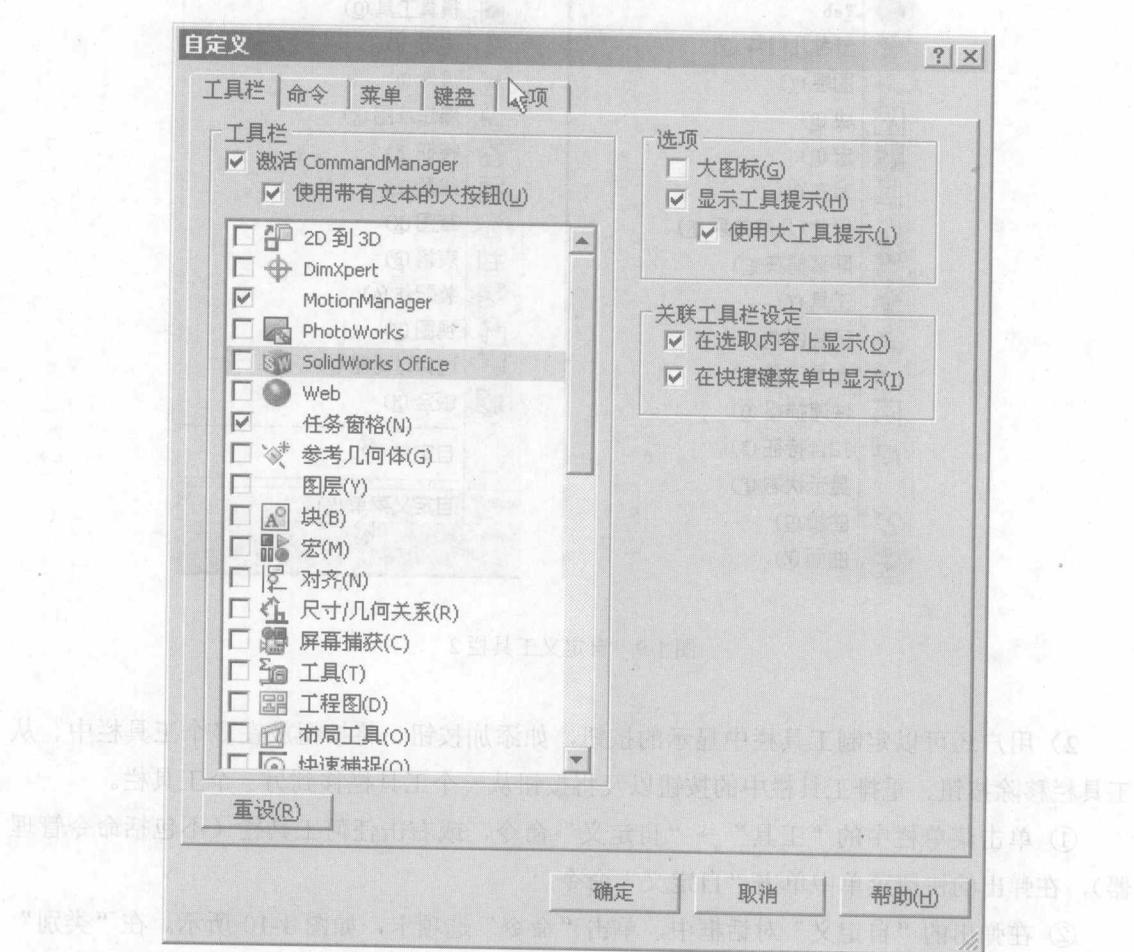

图 1-8 自定义工具栏
① 单击菜单栏中的“工具”→“自定义”命令，或右击任何工具栏(不包括命令管理器)，在弹出的快捷菜单中单击“自定义”命令。
② 在弹出的“自定义”对话框中，单击“工具栏”选项卡，如图 1-8 所示。选择需要显示的工具栏并清除要隐藏的工具栏。